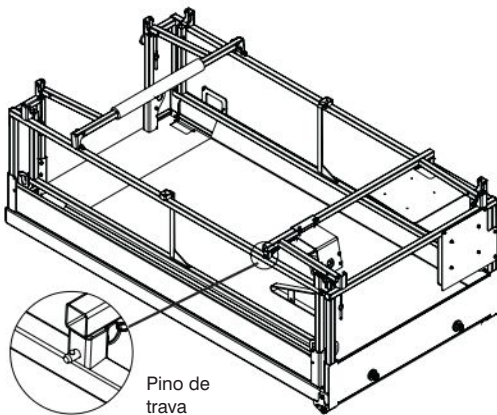

Figura 3-13c. Todas as proteções dobradas para baixo
Trave a proteção da extensão no lugar na coluna de montagem. Verifique se a esfera detentora do pino está completamente inserida. (Consulte a Figura 3-13c)
6. Remova o pino trava da coluna de montagem e levante a proteção da extensão com cuidado e trave no lugar com pinos de trava verificando se a esfera detentora de cada pino está completamente inserida (consulte a Figura 3-13c).